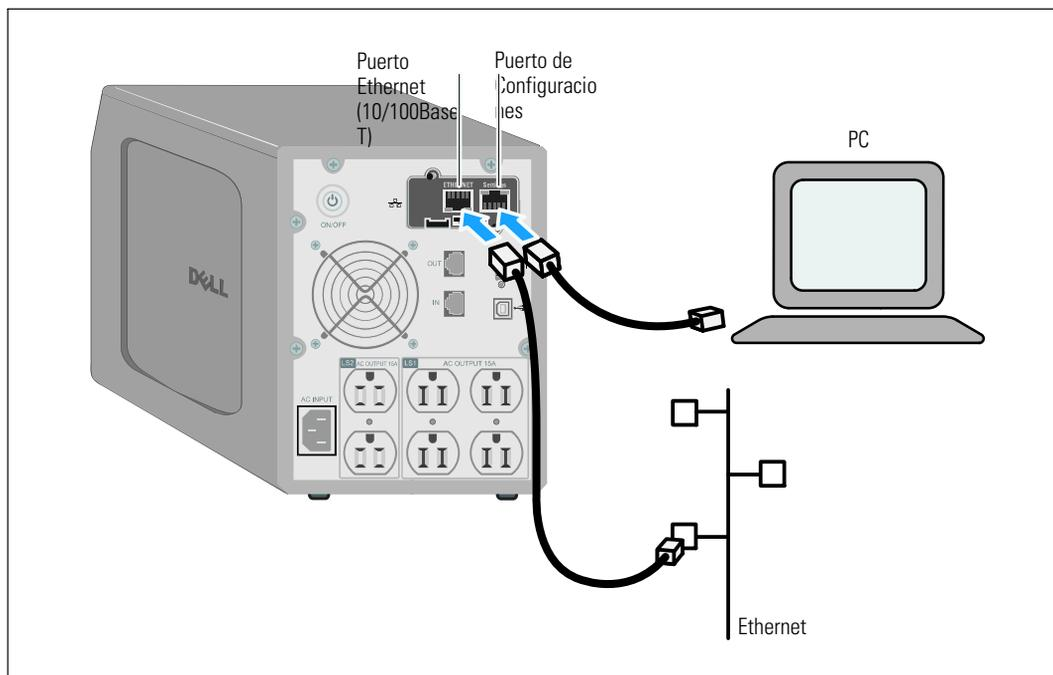

Figura 5. Conexión de la Tarjeta
- 1 Conecte el extremo RJ-45 del cable de configuración suministrado en el puerto de configuraciones en la tarjeta (consulte Figura 5).
- 3 Conecte un cable Ethernet activo (no suministrado) al puerto Ethernet en la Tarjeta de Gestión de Red de Dell (consulte la Figura 5).